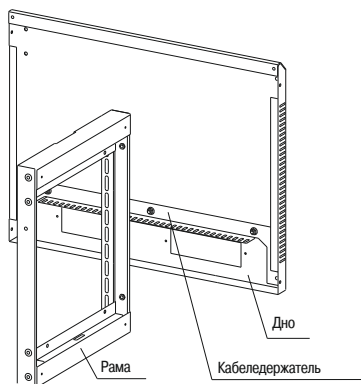
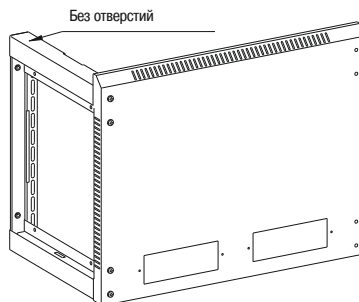

Рисунок 2
Рисунок 3
4.1.2 Установите на дно кабеледержатель и закрепите его гайками с фланцем. Вставьте раму правую в дно (рисунок 2) и закрепите четырьмя винтами М6×16 (рисунок 3).